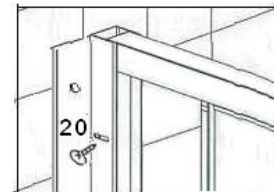

Рис.5
10. Еще раз с помощью уровня проверьте вертикальность установки душевого ограждения. Через отверстия на боковых частях пристенных профилей с помощью сверла, входящего в комплект душевого ограждения просверлите отверстия в боковых профилях /3 и 9/ (рис.5). Скрепите профили с помощью саморезов 4\*12 /19/.